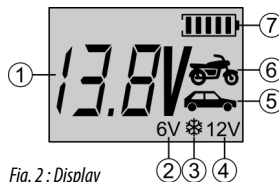

Fig. 2 : Display
Le symbole de batterie (7) (Fig. 2 : Display) affiché sur l'écran indique l'état de chargement actuel de cette dernière.